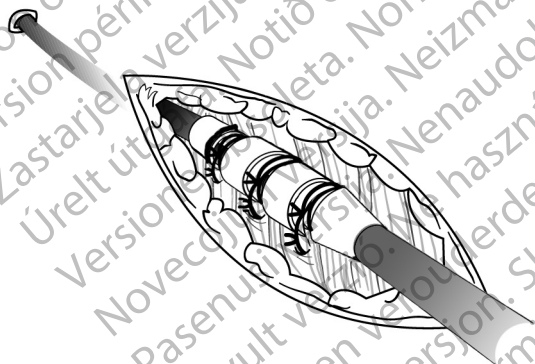

Figure 10. Exemple de manchon de suture, technique d'implantation percutanée
1. Peler la gaine du désilet et glisser le manchon de suture profondément dans les tissus (Figure 10 Exemple de manchon de suture, technique d'implantation percutanée en page 29).